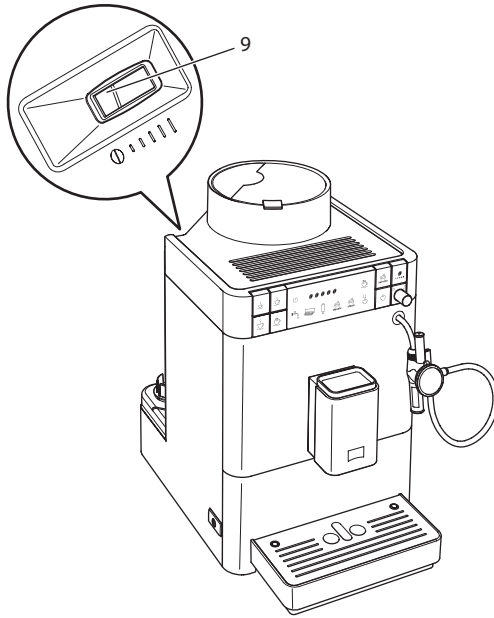

Fig. 13: Palanca para ajustar del nivel de molido
- » En la carcasa aparece la palanca "Ajuste de nivel de molido" (9).
2. Mueva la palanca hacia la izquierda o derecha, como se muestra en Fig. 13.